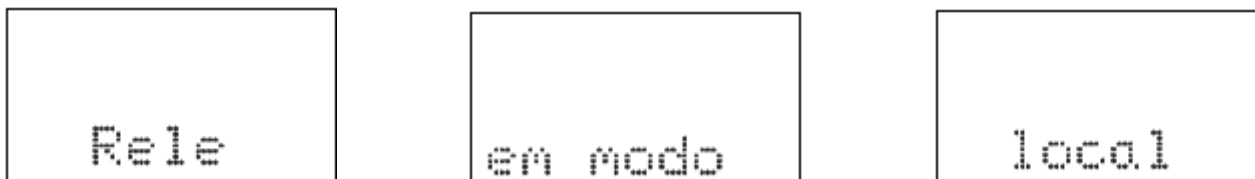

Figura 3.8: Relé em modo de programação local.
a) Pressionar a tecla  e o relé entra em modo de programação e atuação local e o led de programação e atuação local ou remota acende. A IHM local sinaliza a operação realizada conforme figura 3.8. Em modo local o relé bloqueia a programação e atuação na **Serial 1** (RS485 ou RS232) e a atuação através da **Serial 2** (USB). Neste modo as teclas  e  de atuação local do disjuntor são liberadas.